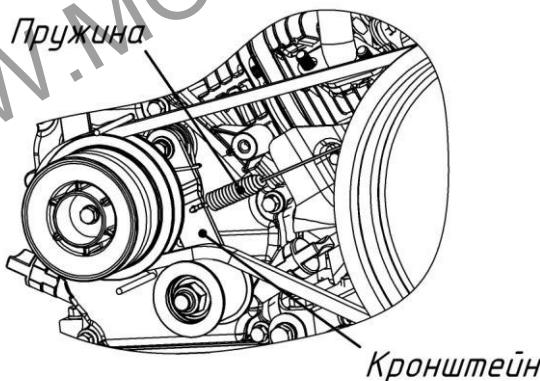

Рис.6. Зацепление троса сцепления с кронштейном.
- зацепите пружину троса сцепления за отверстие на кронштейне, затем заведите оболочку троса с металлическим упором в направляющую и зафиксируйте его в отверстии (рис.6).